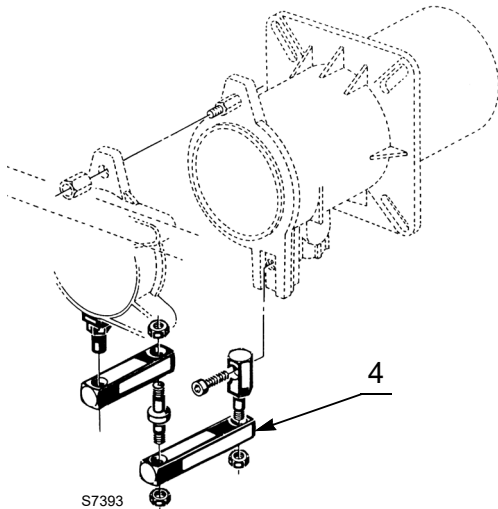

Abb. 8
Das mitgelieferte Scharnier (4) wie in der Abb. 8 gezeigt montieren.